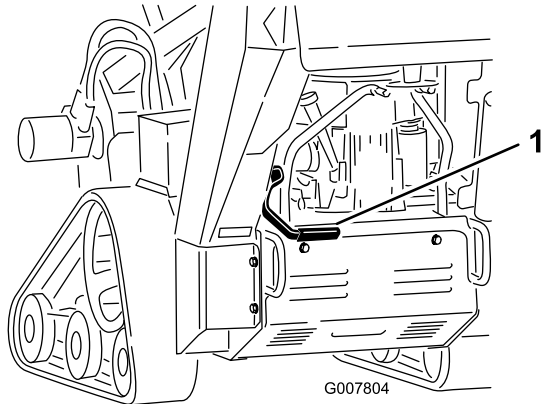

Bild 15
- Ziehen Sie zum Aktivieren der Feststellbremse den Bremshebel nach hinten und oben (Bild 15).
- Zum Lösen der Bremse ziehen Sie den Hebel nach hinten und dann nach unten (Bild 15).